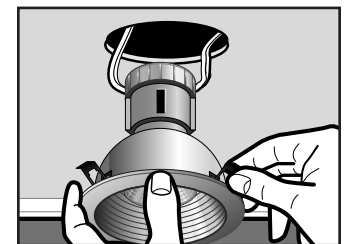

Figura 5
3. Comprima las grapas de resorte e inserte cada guarnición dentro del orificio (vea figura 5).